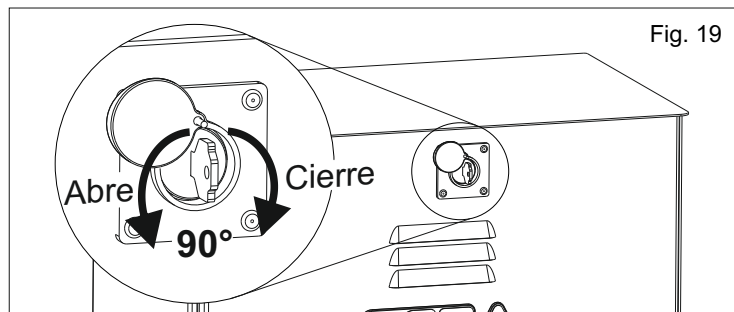

Fig. 19
- Reposicionar el cárter y cerrarlo girando la llave de 90° en sentido horario (Fig. 19).